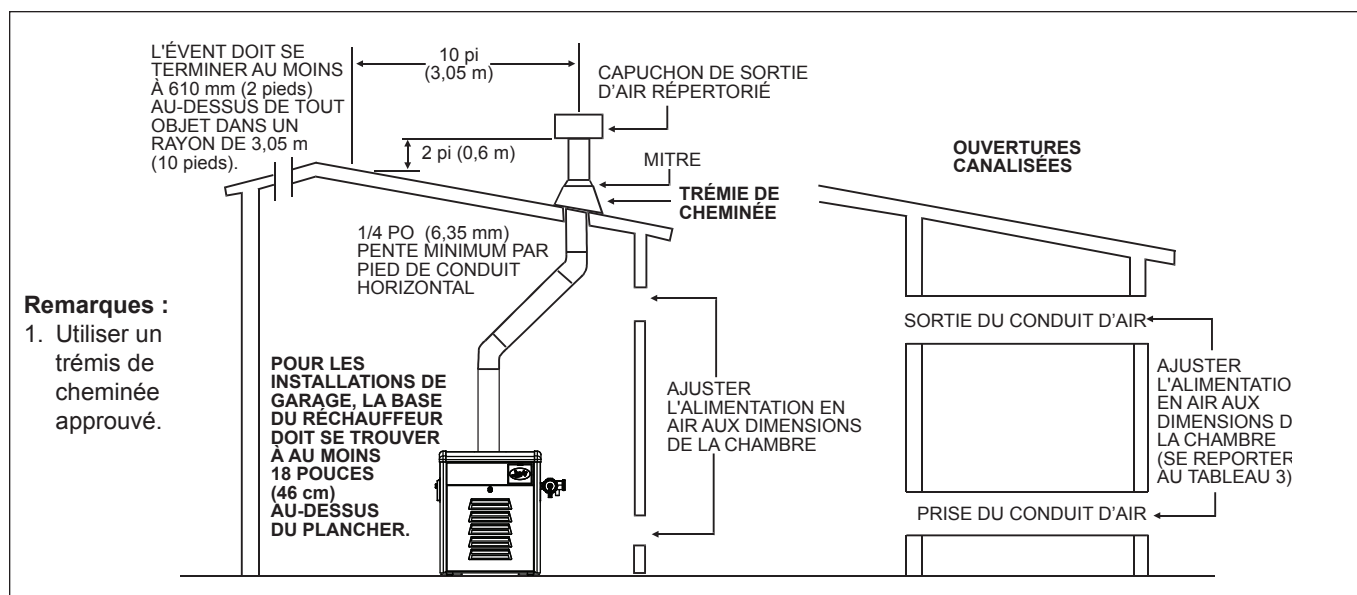

Figure 5. Aération pour installation à l'intérieur (USA) ou abri extérieur (Canada)
En général, ces exigences spécifient que la chambre dans laquelle un réchauffeur est installé doit contenir deux ouvertures permanentes d'alimentation d'air; Une à l'intérieur de 305 mm (12 po) du plafond, l'autre, à 305 mm (12 po) du plancher. Toutes les installations intérieures doivent avoir des ouvertures d'alimentation d'air de combustion, de ventilation et de dilution des gaz à l'intérieur du bâtiment (Voir Figure 5 et Tableau 3). Zodiac Pool Systems, Inc., ne recommande pas que les installations intérieures ne fournissent pas d'air de combustion dans le bâtiment.
Alimentation d'air de l'extérieur : Lorsque l'air de combustion est alimenté directement par un mur extérieur, chaque ouverture doit avoir un espace libre d'au moins un pouce carré (6,5 cm²) par 4000 BTU/h (1,2 kW) du taux d'entrée total de tous les appareils dans l'espace ci-jointe. Si l'air est fourni par les conduits horizontaux, chaque ouverture et conduit doivent avoir un pouce carré (6,5 cm²) pour chaque 2000 BTU/h (0,6 kW). Ces exigences sont résumées dans le tableau 3. Prendre note que les espaces spécifiés sont des espaces libres et doivent être augmentées lorsque les ouvertures sont couvertes par des écrans, des persiennes, des grilles ou autres couvertures de protection (Voir Figure 5 et les notes du Tableau 3).
La sortie du coupe-tirage doit être raccordée à un tuyau de ventilation non obstrué de même diamètre, se terminant à l'extérieur du bâtiment. Le système de ventilation doit se terminer au moins soixante (60) centimètres (deux pieds) au-dessus du point le plus haut du toit ou tout autre objet se trouvant dans un rayon de trois (3,0) mètres (10 pieds) de la fin du système de ventilation. Le tuyau de ventilation doit avoir un capuchon d'évent homologué qui permette une ouverture totale équivalente pour les produits de combustion (Voir Figure 5). Le dessus du capuchon d'évent doit être à au moins 1,5 mètre (cinq pieds) en hauteur verticale au-dessus de la sortie du coupe-tirage.